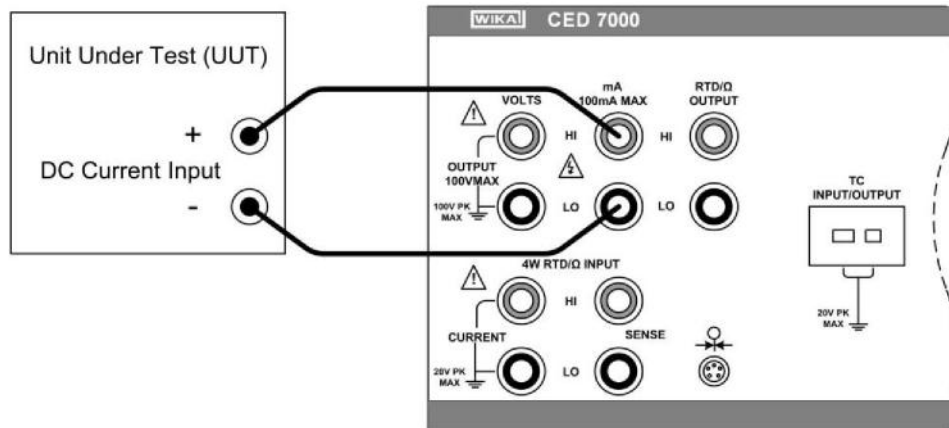

图 11 - 直流电流输出连接
- 将待测试设备连接到 CED 7000 的电流输出端子，如图 11 所示。